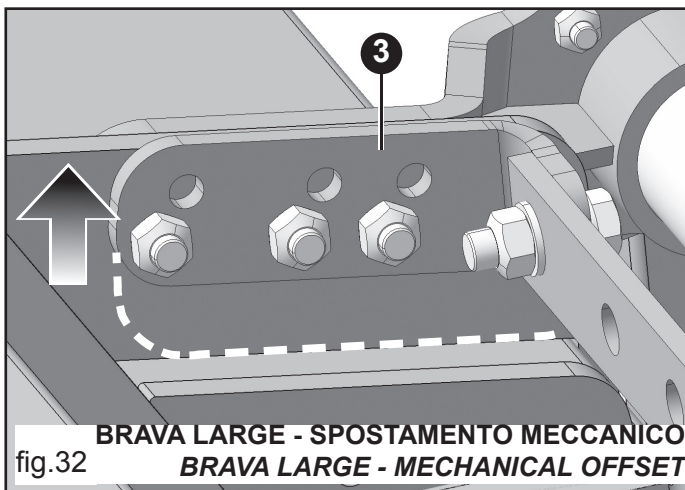
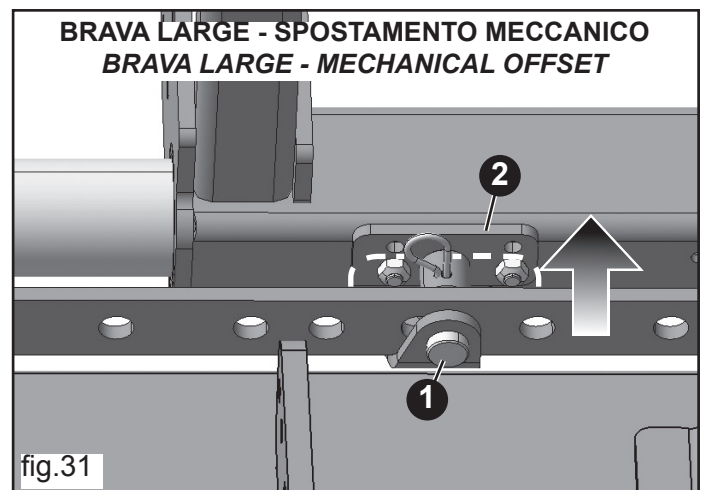

fig.32
fig.31
El estribo de acoplamiento al armazón de tres puntos está montado fuera, pero realzado respecto al armazón de tres puntos (2 fig. 31). El estribo de enganche a la barra de bloqueo (3 fig. 32) también debe fijarse utilizando el orificio situado en la posición más baja.
- Quitar el perno (1 fig.31) de la barra de bloqueo